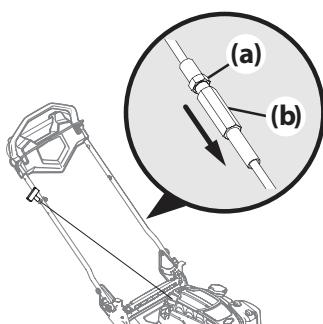

Figura 14
- Debilité la transmisión. Consulte la Figura 14 -